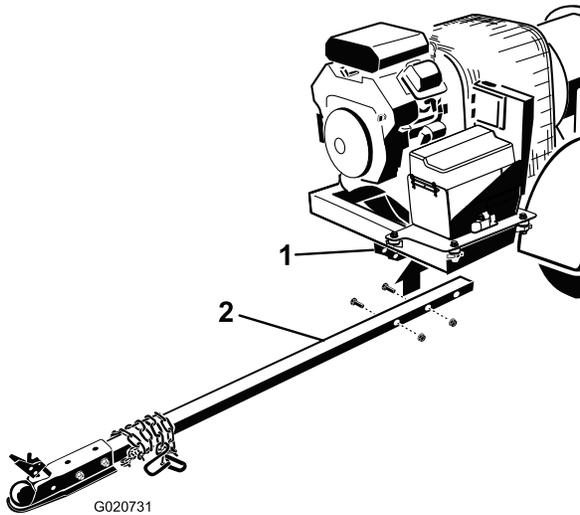

Figure 6
2. Insérez le tube d'attelage dans les supports du châssis (Figure 6). Fixez le tube au cadre avec 2 boulons (3/8 x 3 po) et écrous à embase (3/8 po).